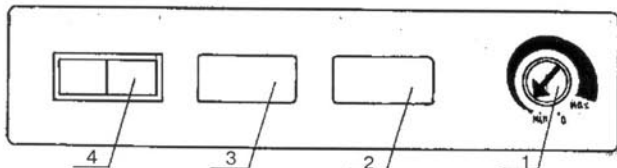

Рис.2. Схема расположения органов управления и сигнализации.
7.2. Подключение морозильника-ларя к электрической сети осуществляется штепсельной вилкой сетевого шнура. В момент пуска и остановки мотора-компрессора возможно незначительное содрогание корпуса морозильника-ларя. Загоревшаяся зеленая индикаторная лампа (рис.2) свидетельствует о том, что морозильник-ларь включен в электросеть.
Для замораживания продуктов в морозильнике-ларе с металлической дверью («POZIS-Свияга-150-1», «POZIS-Свияга-155-1», «POZIS-Свияга-158-1») переключите клавишу переключателя 4 (рис.2) в режим замораживания (режим непрерывной работы компрессора), при этом загорится желтая индикаторная лампа 3 (рис.2).
8.1.2. При замораживании продуктов в морозильнике-ларе переключатель 4 (рис.2) устанавливается в положение "замораживание" за 4-5 часов до укладки продуктов для получения в камере наименьшей температуры. Терморегулятор при этом должен быть включен и может находиться в любом положении.